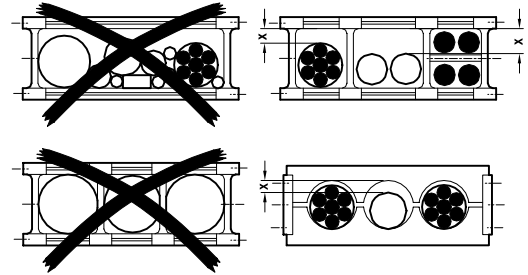

Bild 1
3. Legen Sie die Leitungen lose nebeneinander in die Kettenstege, möglichst durch Trennsteg oder separate Bohrungen von einander getrennt. Achten Sie auf den Freiraum „X“ der Leitungen von 10% des Leitungsdurchmessers. Vermeiden Sie Anordnungen übereinander, ohne Verwendung von Trennstegen (siehe Bild 1).